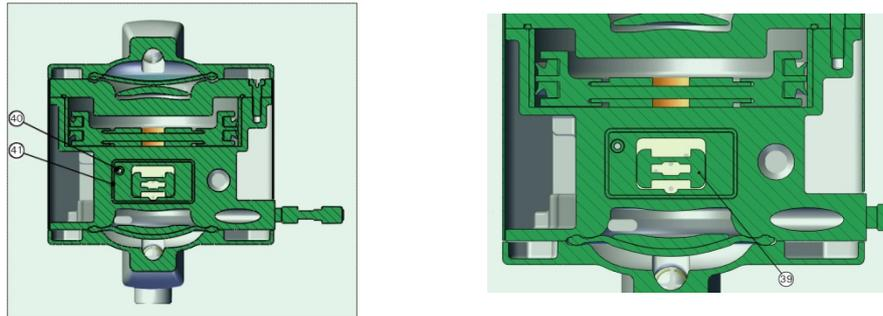

Fig. 11: Position de la plaque céramique et du bloc de clapets pneumatiques
- ✓ Insérer la plaque céramique (42) dans la partie centrale de la pompe de manière à ce qu'un trou s'aligne avec le joint torique (40) (voir Fig. 11, à gauche).
- ✓ Monter le bloc de distributeur pneumatique (49) dans l'ordre inverse.
- ✓ Monter les joints de piston (45) sur le piston (48) de manière à ce que les lèvres d'étanchéité se fassent face.
- ✓ Insérer le piston (48) dans le bloc de distributeur pneumatique (49).
- ✓ Remonter les joints toriques (46) sur les bouchons (47) et monter ceux-ci par le côté dans le bloc distributeur pneumatique (49).
- ✓ Insérer le joint (50) dans la rainure extérieure du bloc distributeur pneumatique (49).
- ✓ Placer les joints (43 et 44) dans la rainure du bloc distributeur pneumatique (49).
- ✓ Insérer le bloc distributeur pneumatique (49) monté dans la partie centrale de la pompe.
- ✓ Le sens de montage est indiqué par l'ouverture sur le bloc distributeur pneumatique (49) et l'évidement dans la partie centrale de la pompe (voir Fig. 11, à droite).
- ✓ Insérer le tiroir obturateur distributeur (51) avec le côté fermé devant dans le bloc distributeur pneumatique (49). Le tiroir obturateur distributeur (51) doit être inséré de manière à ce que le piston (48) puisse le déplacer.
- ✓ Placer les joints (52, 54 et 55) dans la plaque céramique (53).
- ✓ Insérer la plaque de céramique (53) dans le bloc distributeur pneumatique (49).
- ✓ S'assurer que l'installation est correcte (côté avec le grand joint (52) en premier).
- ✓ Monter les joints (58 et 59) sur la base de la pompe (62) et insérer la plaque intermédiaire (57) dans la base de la pompe (62).
- ✓ Lors d'un montage correct, aucun joint torique ne doit être visible à travers les évidements de la plaque intermédiaire (57).
- ✓ Serrer la base de la pompe (62) avec les vis (63).